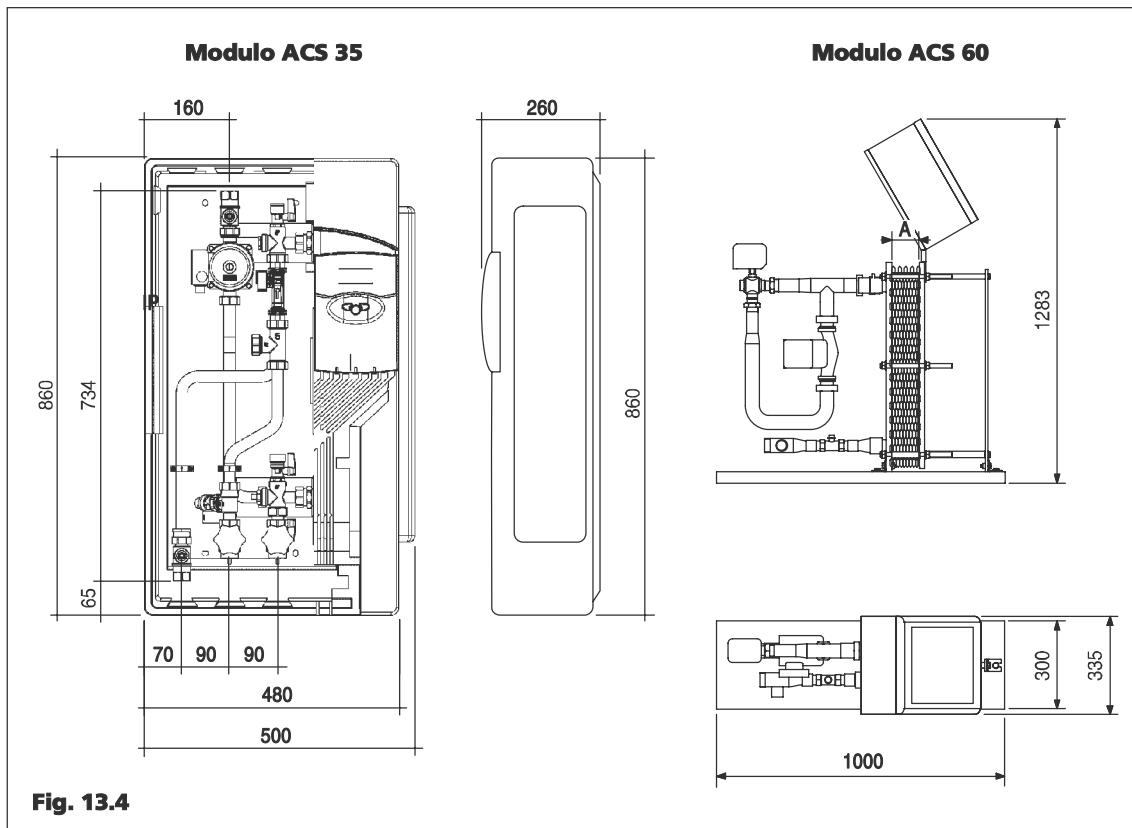

Fig. 13.4
13.6 Dimensioni di ingombro (Fig. 13.4)